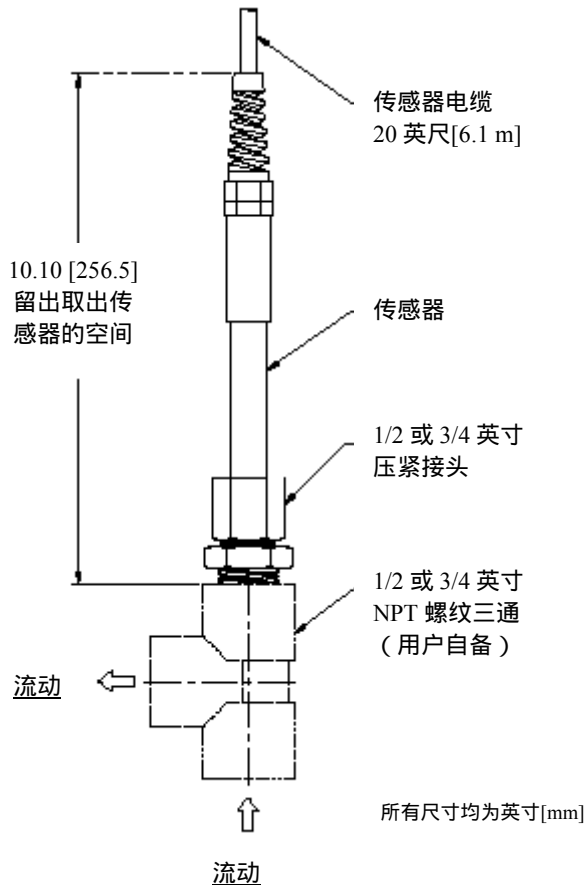

图 2-2 插入式安装详图
- 将传感器插入到管道流体中,以使过程液体可以直接流入到传感器的尾部 (如图 2-2)。